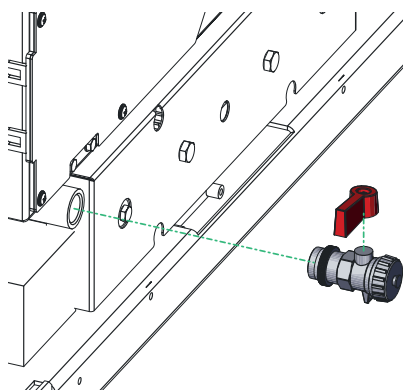

Fig. 22 Avvitare il rubinetto di riempimento e svuotamento e reinsertire la maniglia
- ▶ Avvitare il rubinetto di riempimento e svuotamento sul lato destro sotto la caldaia. Infilare nuovamente l'impugnatura – Fig. 22.